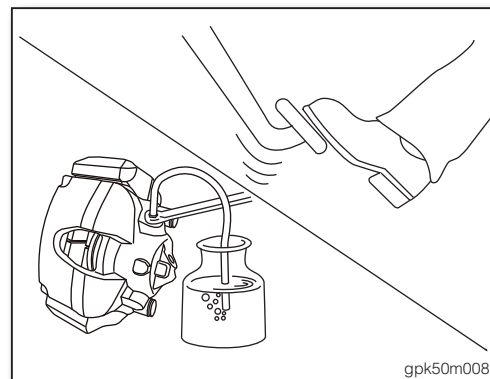

图11
1. 连接一条塑料管至制动钳总成的放气螺栓上，将塑料管的另一端放入容器中(如图11)。
2. 踩下制动踏板，从各车轮制动钳总成上的排气螺栓排放制动液(如图11)。